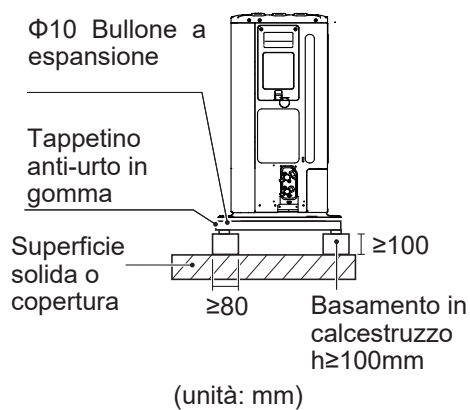

Fig: 6-3
- Se l'acqua non defluisce facilmente dall'unità, montare l'unità su una fondazione di blocchi di cemento, ecc. (l'altezza della fondazione dovrebbe essere indicativamente di 100 mm (in Fig:6-3).